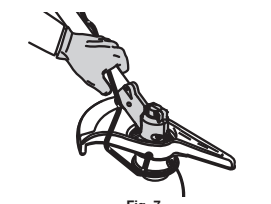

Fig. 7
2. Sostenga la varilla de cierre en su lugar junto al brazo de la unidad (Fig. 7).